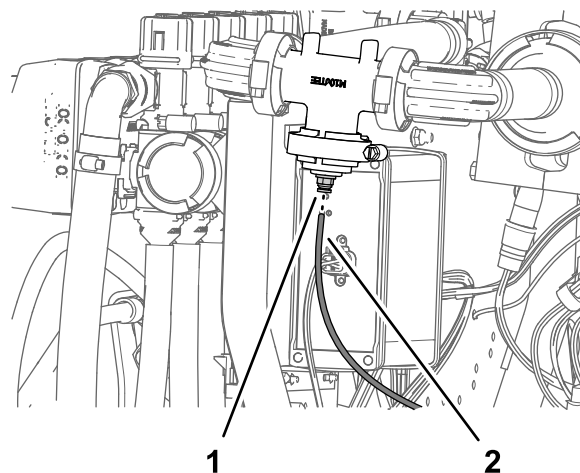

Figura 134
1. Alinhe a extremidade do tubo sensor de pressão (plástico) para o indicador de pressão no painel com o anel de tensão do acoplador do tubo (Figura 134).
2. Insira o tubo no anel de tensão até o tubo estar devidamente colocado (Figura 134).